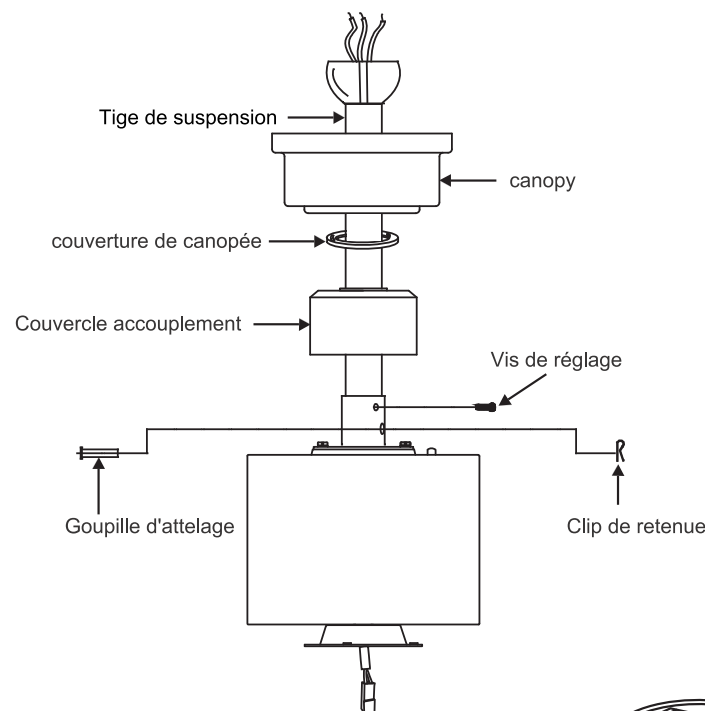

Fig. 9
**Étape 8.** Faites glisser le couvercle d'accouplement, le couvercle de l'auvent et l'auvent sur la tige de suspension. (**Fig. 9**).
Enfilez la boule de suspension sur la tige de suspension, insérez la goupille transversale dans la tige de suspension et serrez. Serrez maintenant la vis de réglage. (**Fig. 9**).